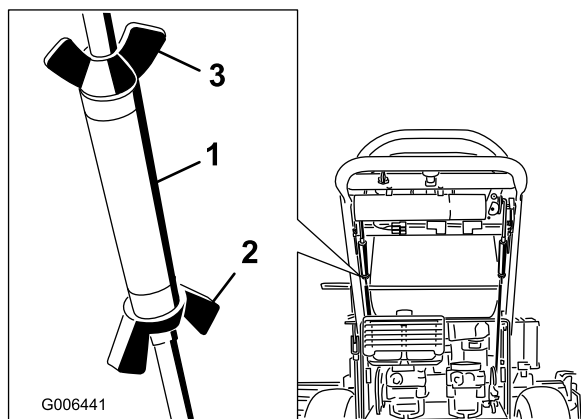

Figure 47
2. Desserrez les écrous à oreilles sur la tige de commande droite et tournez le tendeur dans un sens ou dans l'autre pour que le levier de commande droit soit centré en position de verrouillage au point mort. Fixez le tendeur en position avec les écrous à oreilles (Figure 47).
3. Desserrez les écrous à oreilles sur la tige de commande gauche et tournez le tendeur dans un sens ou dans l'autre pour changer la correction directionnelle. Fixez le tendeur en position avec les écrous à oreilles (Figure 47).